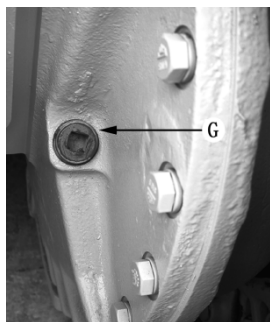

Figura 4-12
10) Caja de transmisión final (figura 4-12)